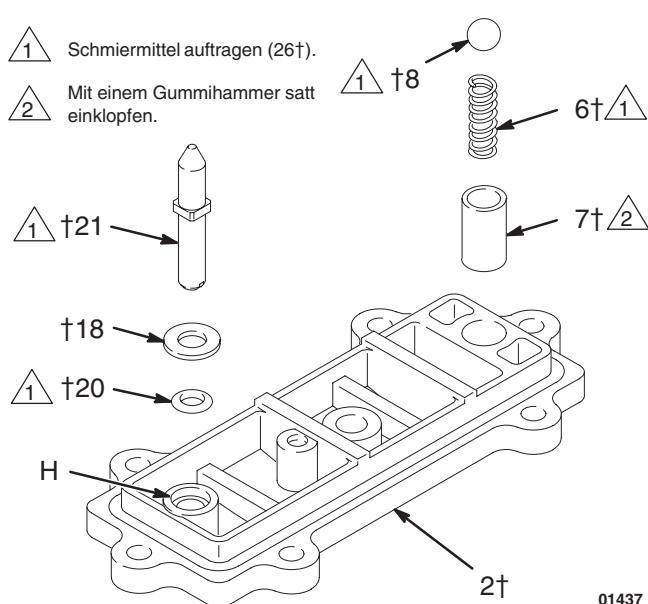

Abb. 12
1. Wenn die Hülse (7) entfernt wurde, sorgfältig eine neue Hülse mit einem Gummihammer in einen neuen Deckel (2) einbauen. Siehe Abb. 12.
2. Die Feder (6) einfetten und in die Hülse (7) geben. Die Kugel (8) schmieren und in die Feder einsetzen.
3. Den O-Ring (20) schmieren und in das Loch (H) im Deckel (2) einbauen. Siehe Abb. 12. Die Scheibe (18) auf das stumpfe Ende des Rückstellschaftes (21) schieben. Den Schaft durch den Deckel (2) hindurch einschieben, bis er sitzt.
4. Die Feder (3) schmieren. Den Stopp (4) in die Feder geben.